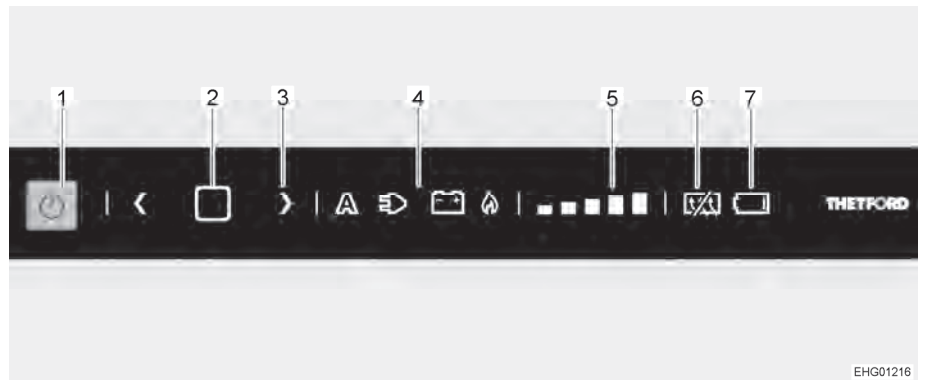

Bild 137 LED-Bedienfeld
- Taste Ein/Aus (Bild 137,1) 1 Sekunde lang drücken. Taste leuchtet blau auf. Zuletzt gewählte Einstellung leuchtet.
- Bestätigungstaste (Bild 137,2) 2 Sekunden lang drücken, bis das Energiequellensymbol (Bild 137,4) zu blinken beginnt.
- Durch Drücken einer Pfeiltaste (Bild 137,3) die gewünschte Energiequelle auswählen.
- Bestätigungstaste (Bild 137,2) drücken, um die Wahl zu bestätigen.
- Bestätigungstaste (Bild 137,2) erneut drücken. Die Kühlstufenanzeige (Bild 137,5) beginnt zu blinken.
- Durch Drücken einer Pfeiltaste (Bild 137,3) die gewünschte Kühlstufe auswählen.
- Taste Ein/Aus (Bild 137,1) ca. 2 Sekunden lang drücken. Alle Lampen erlöschen. Der Kühlschrank ist abgeschaltet.